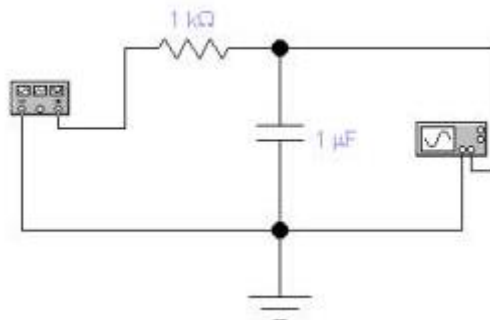

Рисунок 1 – Схема для исследования интегрирующей цепи
- 1 Собрать интегрирующую цепь по схеме (рисунок 1)